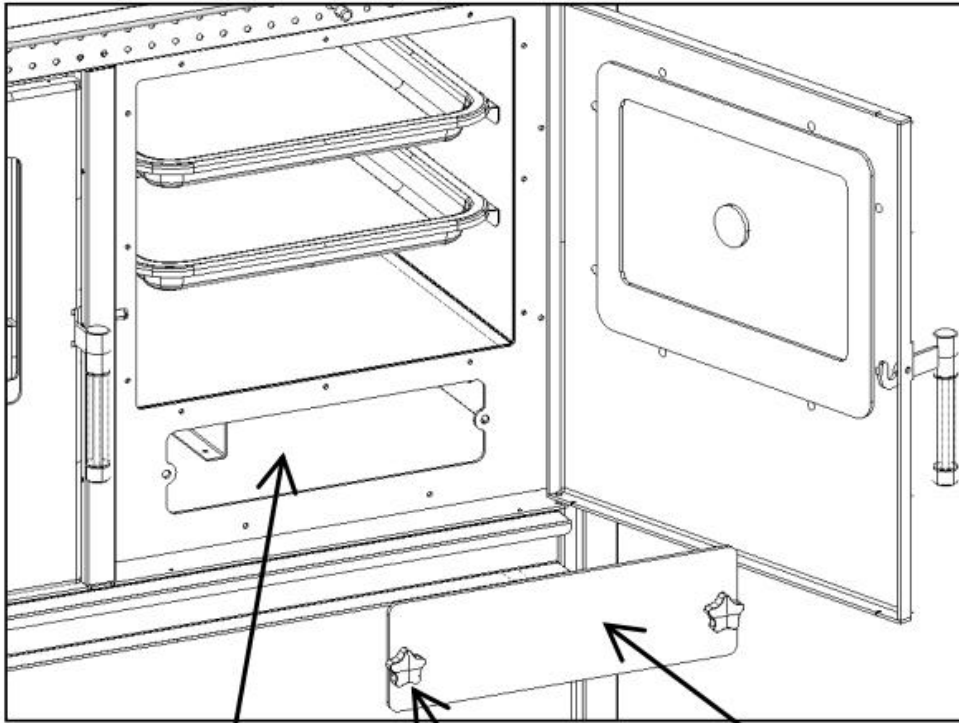
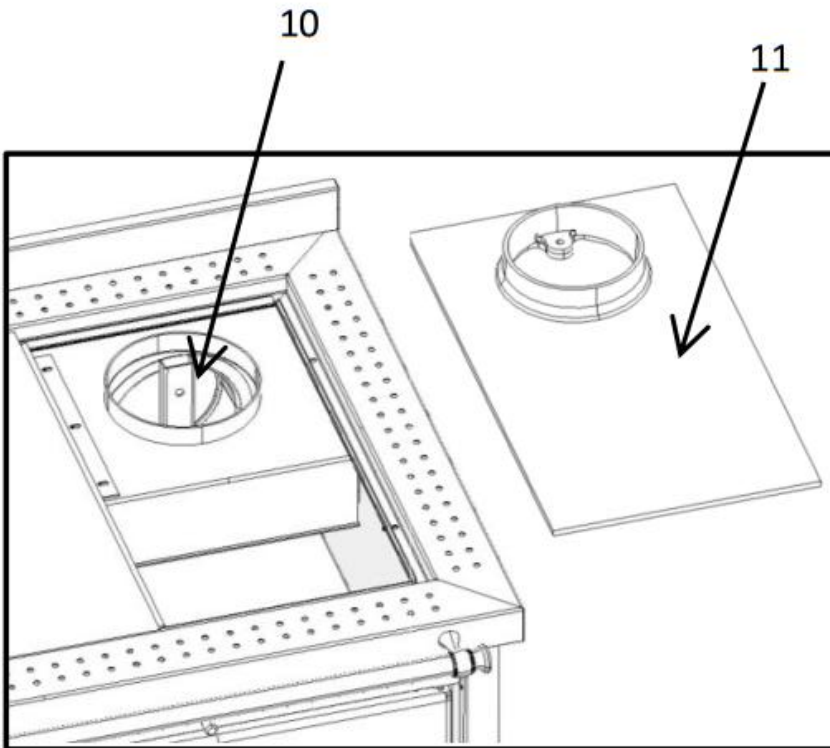

FIGURE-5
FIGURE-6
12. Aylık temizlik için üst plakalar (11) kaldırılır. İç haznedeki kurum ve küller fırçalanarak alt zemine dökülür. Baca kanalının (10) içi fırçalanarak kurumlar alt tarafa dökülür. (Figure-6) Fırın kapısı açılır. Fırın alt kısmındaki temizleme kapağı (9) kelebek somunları (8) sökülerek çıkartılır. Temizleme penceresinden (7) içerdeki kurum ve küller süpürülerek dışarı alınır. Temizleme kapağı sızdırmaz şekilde tekrar yerine monte edilir. (Figure-5)